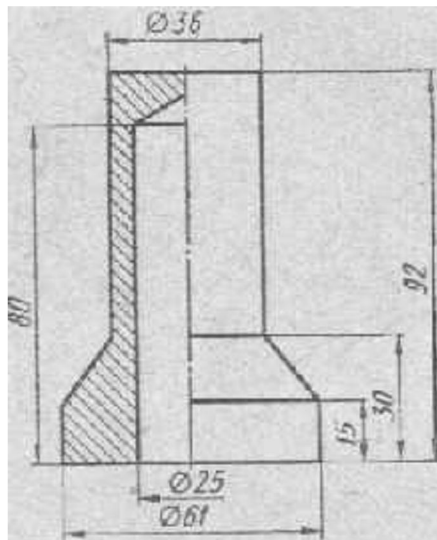
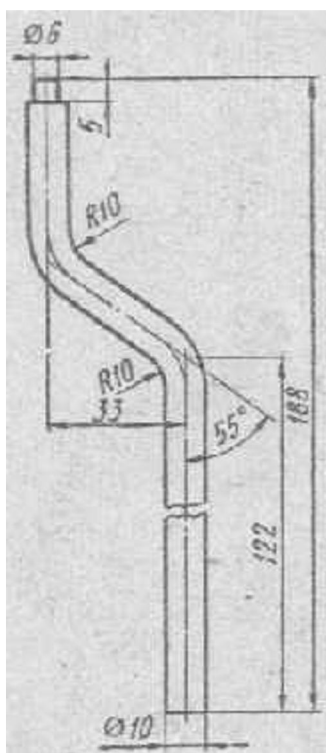
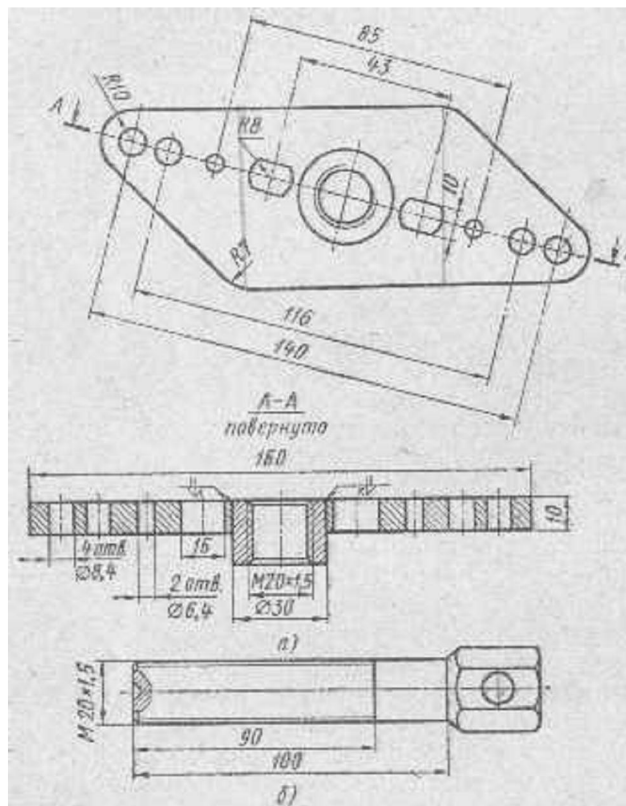
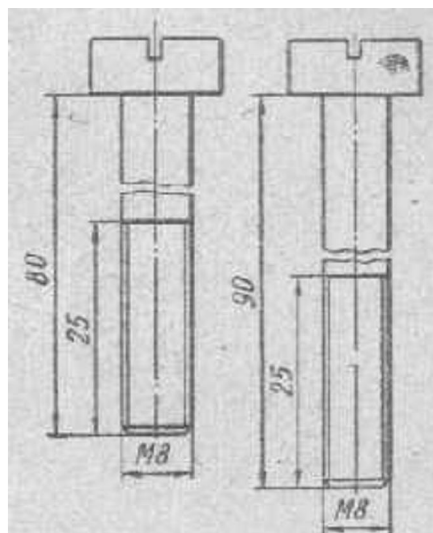

Рис. 50. Оправка для удаления и установки сальника
Рис. 52. Выколотка для выбивания центрирующих втулок картера
Рис. 54. Универсальное приспособление для разъединения половин картера, выпрессовки и запрессовки подшипников:
Рис. 59. Болты крепления универсального приспособления к левой половине картера
Затем надевают сальник на цапфу и, надвинув вплотную к нему оправку (рис. 50), ударами молотка направляют сальник в гнездо и ставят стопорное кольцо.
При запрессовке сальника вторичного вала пользуются приспособлением, аналогичным приспособлению, показанному на рис. 50, но других размеров: наружный диаметр равен $51 \pm 0,5$ мм, внутренний 18-19 мм, высота - не менее 60 мм.
В дополнение к инструменту, используемому при разборке деталей цилиндрико-поршневой группы, сцепления, передней передачи, при разборке силового агрегата требуется иметь: выколотку для демонтажа направляющих втулок картера (см. рис. 52); приспособление для разъединения половин картера (см. рис. 54); приспособление, состоящее из трех деталей, для выпрессовки коренного шарикоподшипника (см. рис. 57); два болта (см. рис. 59); оправку для снятия и установки сальника (см. рис. 50); пластину из жести размером 100x75 мм, используемую при вынимании вала переключения передач (ее можно вырезать из консервной банки).
Выбивают выколоткой (рис. 52) две центрирующие втулки, из левой половины картера в правую сторону. Передняя втулка расположена в верхнем крепежном отверстии картера, задняя - в нижнем. Втулки оставляют в правой половине.
Для разъединения половин картера пользуются универсальным приспособлением, показанным на рис. 54. Чтобы винт его не соскальзывал с цапфы коленчатого вала, в ее центровочное отверстие вкладывают стальной шарик диаметром не менее 8 мм, в который будет упираться винт своим углублением. К картеру приспособление прикрепляют винтами статора генератора, ввернутыми в те же отверстия. Болты вворачивают как можно глубже и на одинаковую глубину, чтобы не сорвать при разъединении половин резьбу в отверстиях картера.
Если при снятии правой половины картера правый коренной шарикоподшипник остается на цапфе коленчатого вала, то это означает, что диаметр отверстия в картере слегка увеличен. Обычно такое наблюдается после долгой эксплуатации мотоцикла. Поскольку при сборке шарикоподшипник сначала запрессовывают в гнездо картера, а затем картер надвигают на цапфу коленчатого вала, необходимо снять шарикоподшипник. Для этого можно использовать универсальное приспособление (см. рис. 54) и два стержня (рис. 56), которые вставляют в основание приспособления. Чтобы установить приспособление, в диаметрально противоположных местах раздвигают сепаратор шарикоподшипника, раздвигают шарики и вставляют между ними стержни. Каждый стержень поворачивают на 90° , затем поднимают основание до упора вверх так, чтобы плоская часть каждого стержня вошла в паз основания. В центральное резьбовое отверстие основания ввертывают винт и, упираясь им в цапфу коленчатого вала, снимают шарикоподшипник. Если же шарикоподшипник менять не нужно, оставляют его на цапфе, а при сборке двигателя нагревают картер и без перекосов надвигают его на шарикоподшипник. При установке нового шарикоподшипника 6305 нужно для устранения его проворачивания в гнезде поставить с обеих сторон подшипника пластмассовые шайбы и стянуть их болтом и гайкой. После этого наносят по наружному диаметру шарикоподшипника слой хрома или
При необходимости замены сальника коленчатого вала снимают круглогубцами наружное и внутреннее стопорные кольца и выбивают сальник наружу, пользуясь молотком и приспособлением (см. рис. 50). Сальник вторичного вала выбивают наружу аналогично сальнику коленчатого вала.
Для замены левого коренного шарикоподшипника коленчатого вала следует предварительно выпрессовать коленчатый вал из левой половины картера. Для этого приспособление, при помощи которого выпрессовывали коленчатый вал из правой половины картера, привертывают двумя винтами (рис. 59) к левой половине. При извлечении коленчатого вала из картера его обязательно держат рукой за правую цапфу, чтобы вал не упал (за шатуны держать не рекомендуется, так как при большой длине шатуна усилие руки, передающееся на ролики и беговые дорожки нижней головки шатуна, увеличивается в десятки раз и шатуны могут быть испорчены). Коленчатый вал после выпрессовки заворачивают в бумагу или тряпку и убирают, чтобы не повредить.
4. Вставляют в гнездо шарикоподшипник и, если он не доходит до стопорного кольца, быстро запрессовывают его до упора приспособлением, использовавшимся при разборке картера (см. рис. 50).